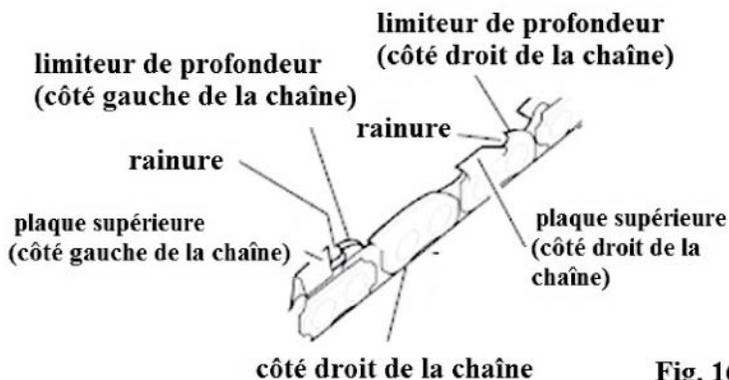

Fig. 16
4. Tenir le guide lime bien droit. S'assurer que le repère 30° du guide lime est parallèle à l'axe du guide-chaîne. Ceci permet de s'assurer que l'on lime les taillants à un angle de 30°. (voir fig.16).
5. Limer le taillant de l'intérieur vers l'extérieur jusqu'à ce qu'il soit affûté. Limer uniquement dans cette seule direction (voir fig.16). (Note: Deux ou trois coups de lime devraient affûter le taillant.)